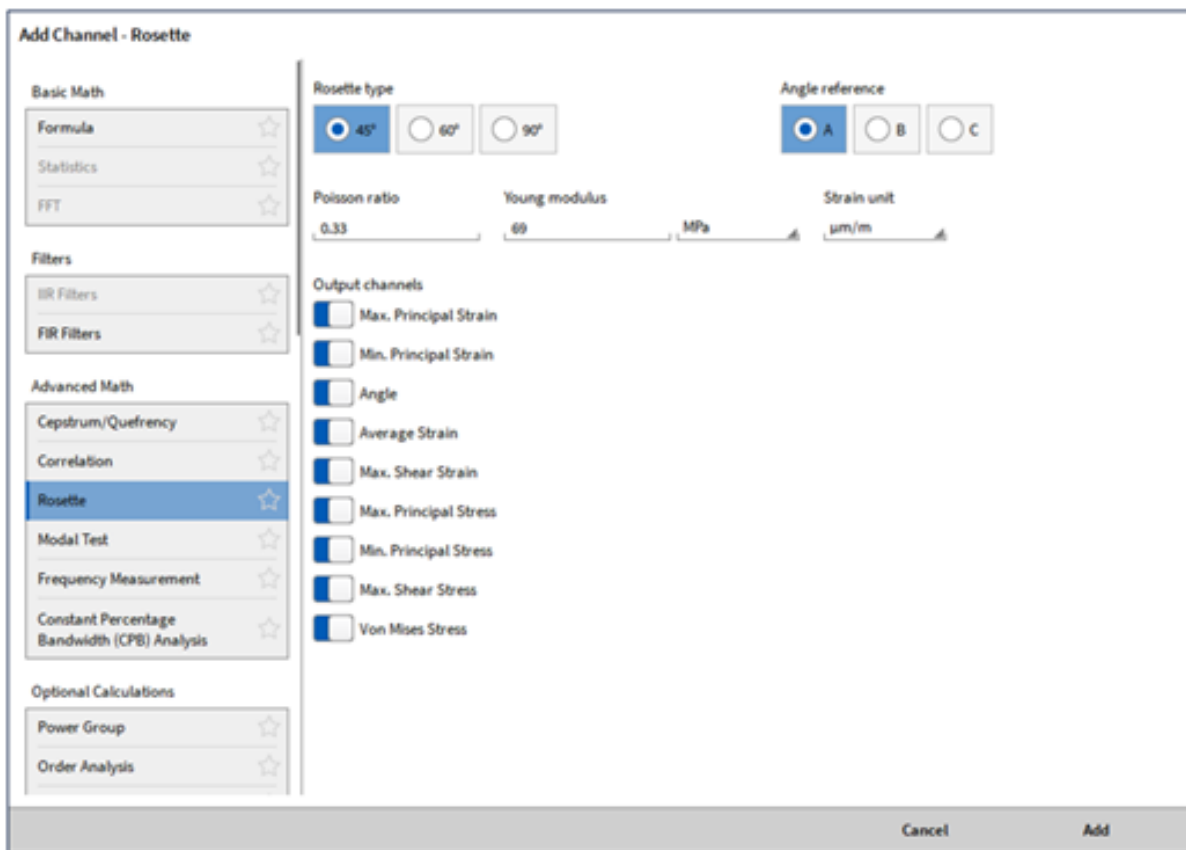
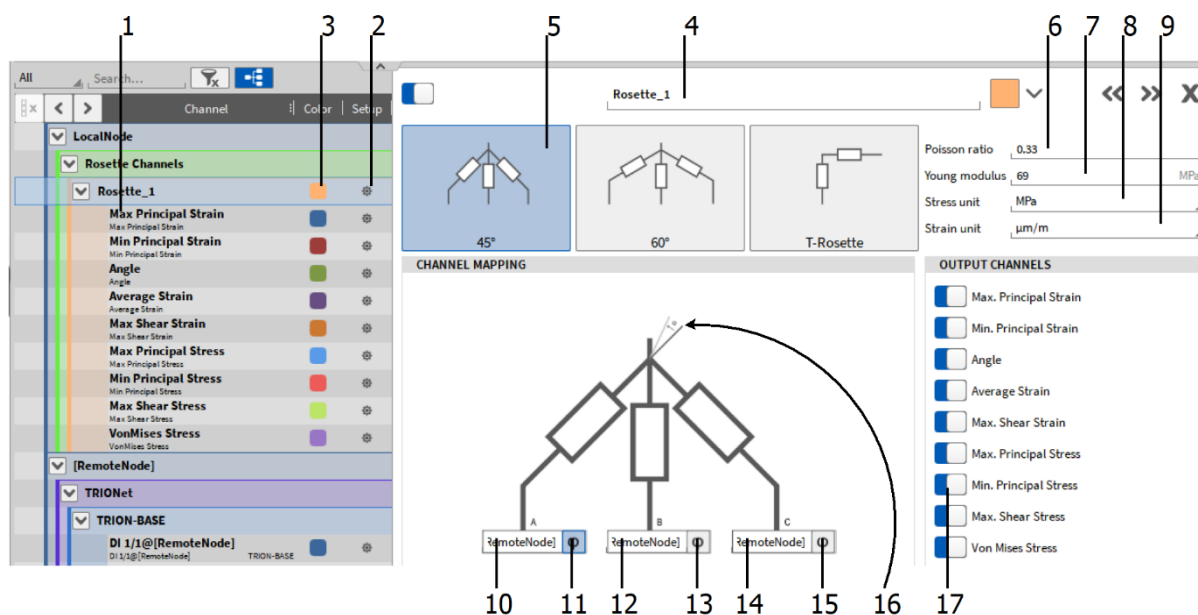
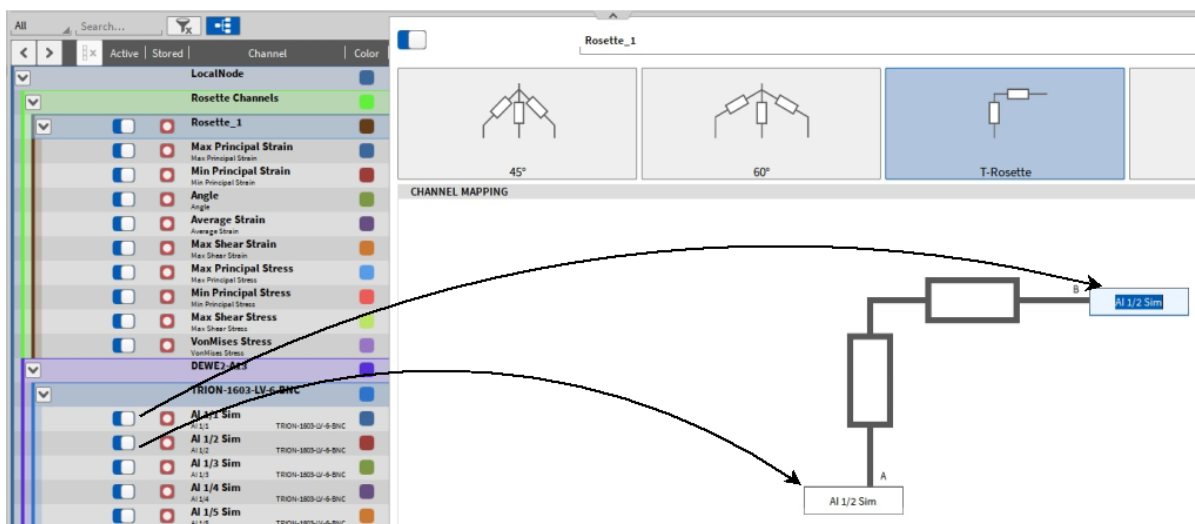

Abb. 7.109: Pop-up-Fenster zur Erstellung einer Rosetten-Berechnung
Abb. 7.110: Rosetten-Kanaleinstellungen – Übersicht
Abb. 7.112: Kanaluweisung in den Rosetten-Kanaleinstellungen
Um einen Rosetten-Kanal zu erstellen, klicken Sie auf den *Hinzufügen* Button im unteren linken Eck (rot markiert in Abb. 7.48) und wählen Sie Rosette (siehe Abb. 7.109). Nachdem *Hinzufügen* erneut geklickt wurde, wird ein Rosetten-Hauptkanal (*Rosette_1* in Abb. 7.110) mit Unterkanälen (*Max Principal strain* bis *VonMises Stress* in Abb. 7.110) der Kanalliste hinzugefügt. Ein Klick auf das Zahnrad des Rosetten-Hauptkanals öffnet die Rosetteneinstellungen, um Änderungen vorzunehmen (siehe Abb. 7.110).
Die Kanaluweisung kann auch im Nachhinein per Drag-and-Drop in den Kanaleinstellungen der Rosette gemacht werden (siehe ⑩ in Abb. 7.110), indem der gewünschte Kanal der Kanalliste in den gewünschten Eingangskanal der Rosetten-Berechnung gezogen wird (siehe Abb. 7.112).
Die Unterkanäle (siehe ⑪ in Abb. 7.110) der Rosetten-Berechnung haben Kanaleinstellungen, welche durch das Klicken des Zahnrades zugänglich gemacht werden können. Jedoch kann hier nur die Skalierung geändert werden.